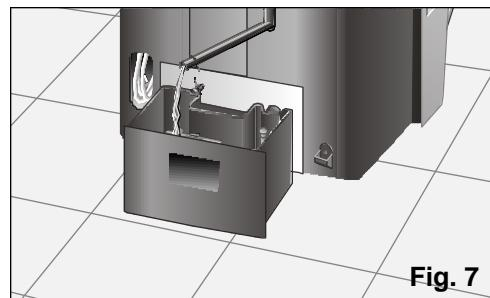

Fig. 7
- ❑ Se fosse necessario inclinare l'apparecchio per agevolarne il trasporto dovete svuotare l'acqua del suo serbatoio interno, rimuovendo dalla propria sede il tubo di scolo e smontandone il tappo, **Fig. 7**, in modo da evacuare l'acqua generatasì. All'avvenuto svuotamento del serbatoio, non dimenticate di collocare il tappo e tubo nelle relative sedi.